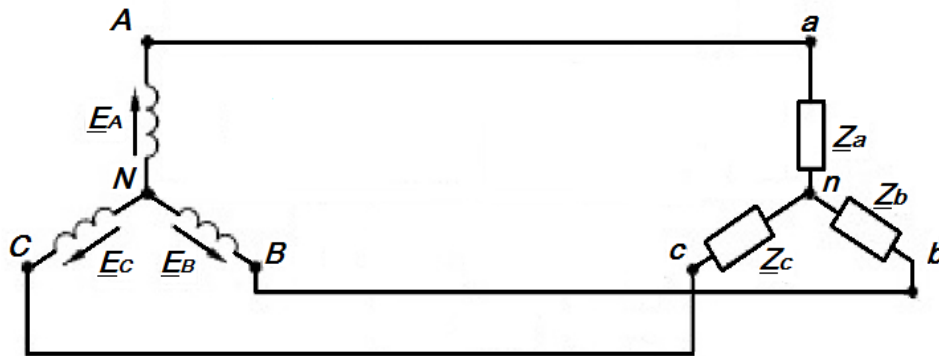

Рис. 1.24. Схема трехфазной электрической цепи без нейтрали
6. Собрать связанную трехфазную электрическую цепь без нейтрального провода по схеме рис. 1.24.
7. Измерить линейные напряжения цепи для вариантов схемы рис. 1.24 с симметричной и несимметричной нагрузкой. Результаты записать в табл. 1.19.